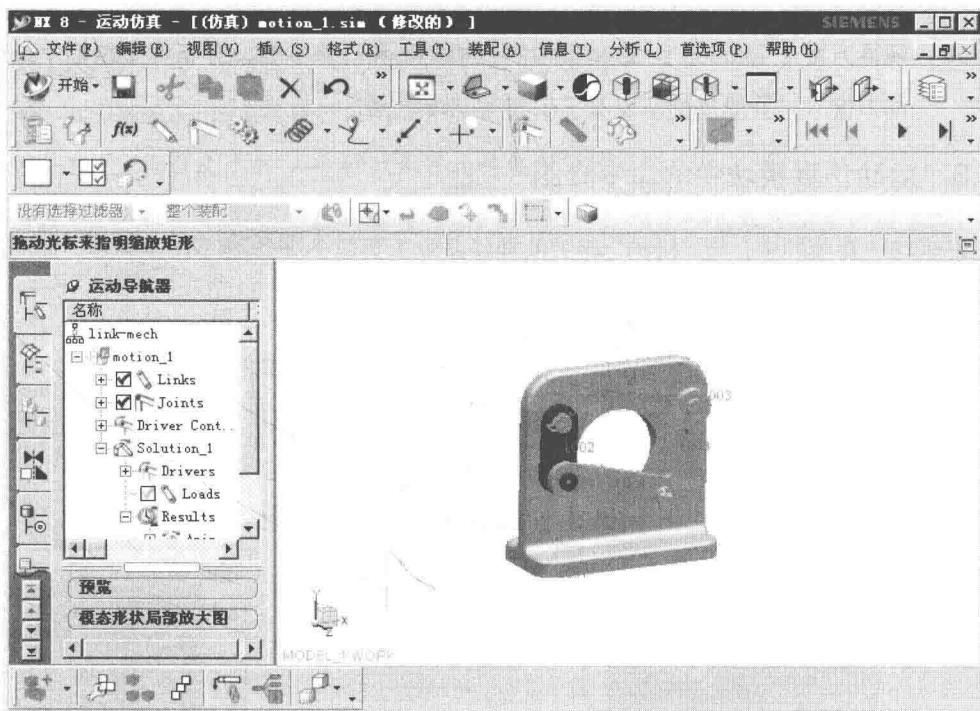

图 1.2.5 运动仿真界面
完成上面的操作后，系统将显示图 1.2.5 所示的运动仿真界面。
**说明：**如果读者的软件显示界面与图 1.2.5 所示的有差别，可能是由于软件的“角色”环境配置的不同所致，本书的“角色”环境为“具有完整菜单的高级功能”，读者可以在导航资源条中单击“角色”按钮 ，并在“角色”导航器中选择相应的环境进行定制。